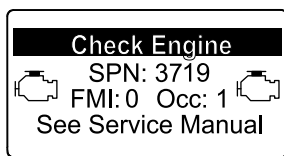

Figura 50
- Aviso do motor SPN 3719, FMI 0 (Figura 50)